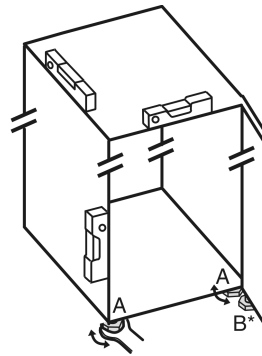

Fig. 34
► Az állítható lábakat Fig. 34 (A) a mellékelt villáskulccsal és egy vízmérce segítségével csavarja ki addig, amíg a készülék szilárdan és egyenesen be nincs igazítva.
► A csapágybak állítható lábát Fig. 34 (B) a mellékelt villáskulccsal csavarja ki úgy, hogy a padlón feküdjön.
► Az állítható lábat Fig. 34 (B) forgassa tovább 90°-kal.